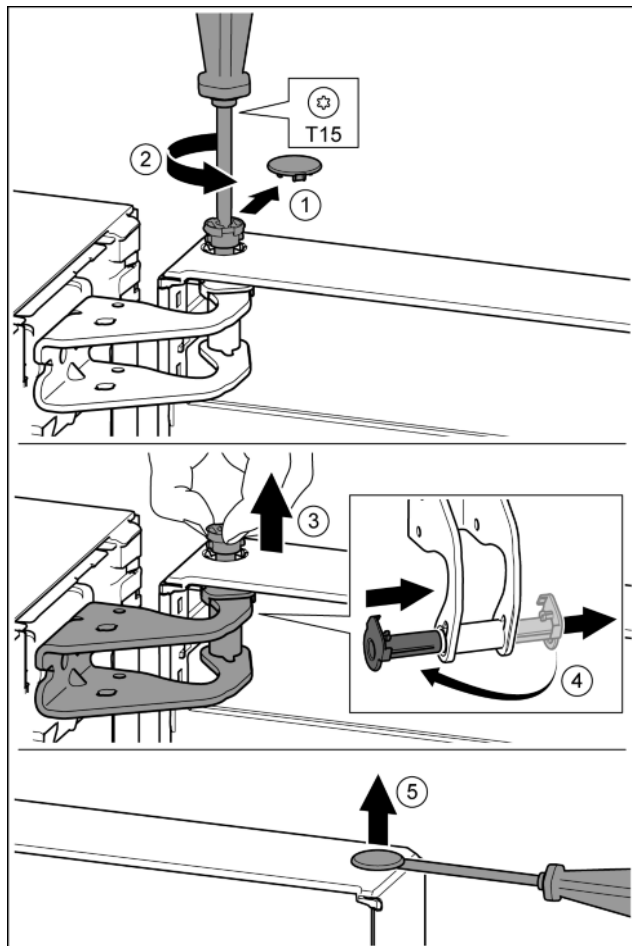

Fig. 11
- ▶ Ostrożnie zdjąć osłonę zabezpieczającą. Fig. 11 (1)
- ▶ Sworzeń wykręcić nieco przy pomocy śrubokręta T15. Fig. 11 (2)
- ▶ Przytrzymać drzwi i wyjąć sworzeń palcami. Fig. 11 (3)
- ▶ Tuleję łożyskową wyjąć z prowadnicy. Założyć z drugiej strony i zazębnić. Fig. 11 (4)
- ▶ Zatyczkę ostrożnie podważyć przy pomocy śrubokręta i wyjąć z tulei łożyskowej drzwi. Fig. 11 (5)